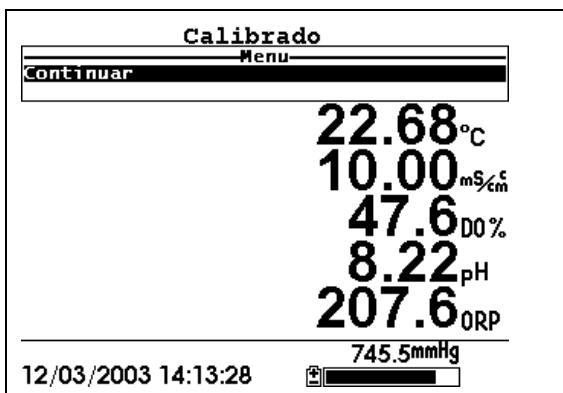

Imagen 6.6 Calibración
9. Observe la lectura de % de Oxígeno Disuelto. Cuando la lectura no muestre un cambio significativo durante aproximadamente 30 segundos, presione **Enter**. El valor en % de saturación rara vez llega a 100% al momento de calibrar. Valores de > 90 % saturación DO son aceptables para calibración. La pantalla indicara que la calibración ha sido aceptada y le indicara que presione **Enter** otra vez para Continuar. Ver *Imagen 6.6 Calibrado*.